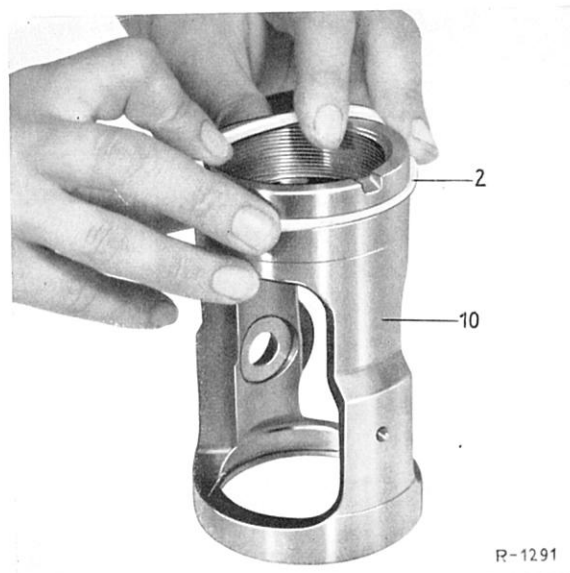

Bild 46-24/22
30 Kugelpfanne (30) im Arbeitskolben (10) auf festen Sitz prüfen. Die Kugelpfanne muß vollkommen fest sitzen, da sie mit der Überdeckung in den Arbeitskolben eingepreßt ist. Bei loser Kugelpfanne Arbeitskolben erneuern (Bild 46-24/21).
31 Teflonring (2) auf dem Arbeitskolben (10) prüfen. Im allgemeinen ist der Teflonring verhältnismäßig verschleißfest. Bei starkem Verschleiß oder Beschädigungen Teflonring erneuern (Bild 46-24/21 und 46-24/22).